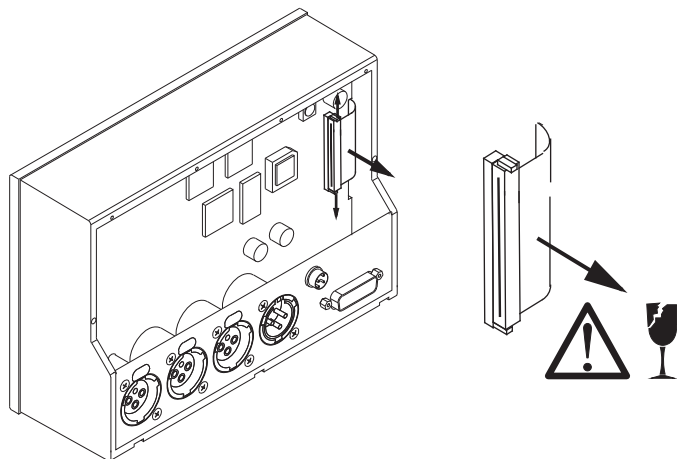

Bild 4-4: Lösen der Verbindungskabel-Steckverbindung
4. Lösen Sie vorsichtig den weißen Steckverbinder mit dem Verbindungskabel (rechts oben auf der Hauptplatine). Gehen Sie dabei äußerst behutsam vor, um die Steckverbindung und das Kabel nicht zu beschädigen. (Bild 4-4).